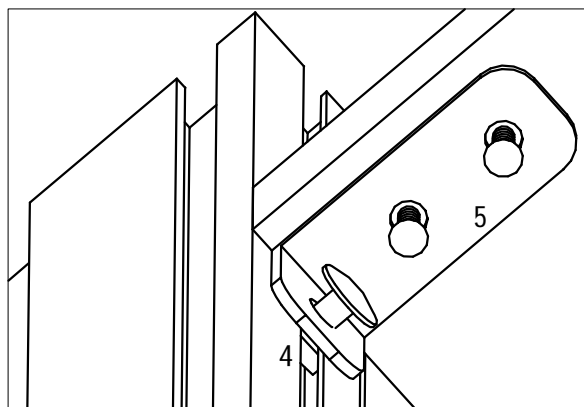

Рис. 4
3.1. Прикрепить уголки комплекта крепежа "Модуль-стол" (4) к столешницам саморезами 3,5х16, а к боковым профилям модуля (1) фиксатором М5 (9) с винтом М5х14(М5х10) (рис. 4).